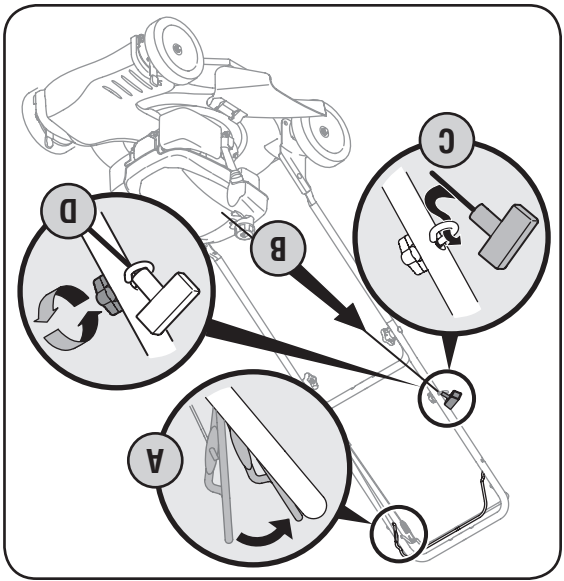

Figure 3-5
5. Installation du guide de la corde. Voir la Figure 3-5.